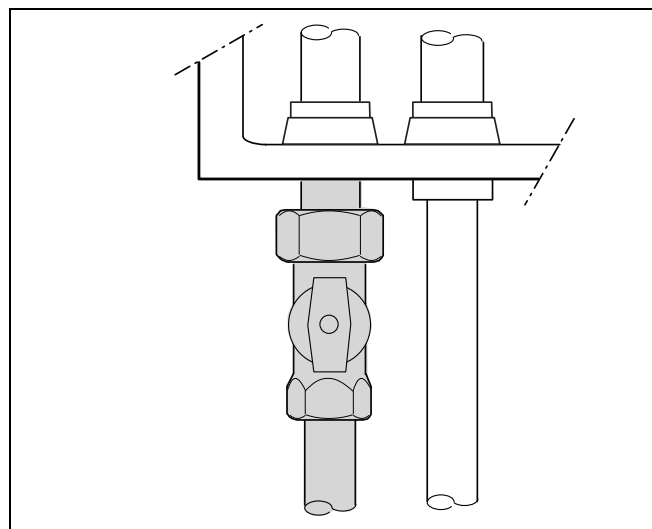

Fig. 5 Racordul de gaze
- Racordul de gaze se va efectua în conformitate cu normele locale. Pe conducta de alimentare pe gaz se va monta un robinet de gaz filetat (accesorii). Țeava se racordează netensionată (fig. 5).